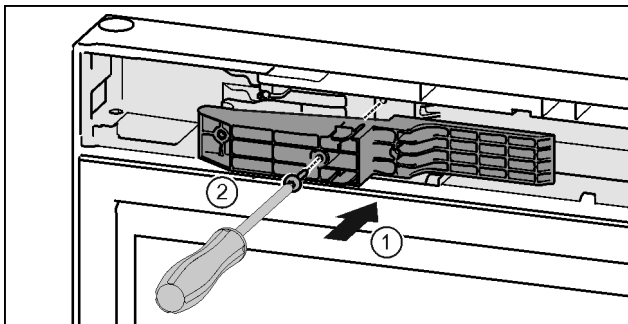

Fig. 47*
- Adapterstück auf der Griffseite in die Aussparung einsetzen.* Fig. 47 (1)
- Schrauben mit Schraubendreher T15 festschrauben.* Fig. 47 (2)